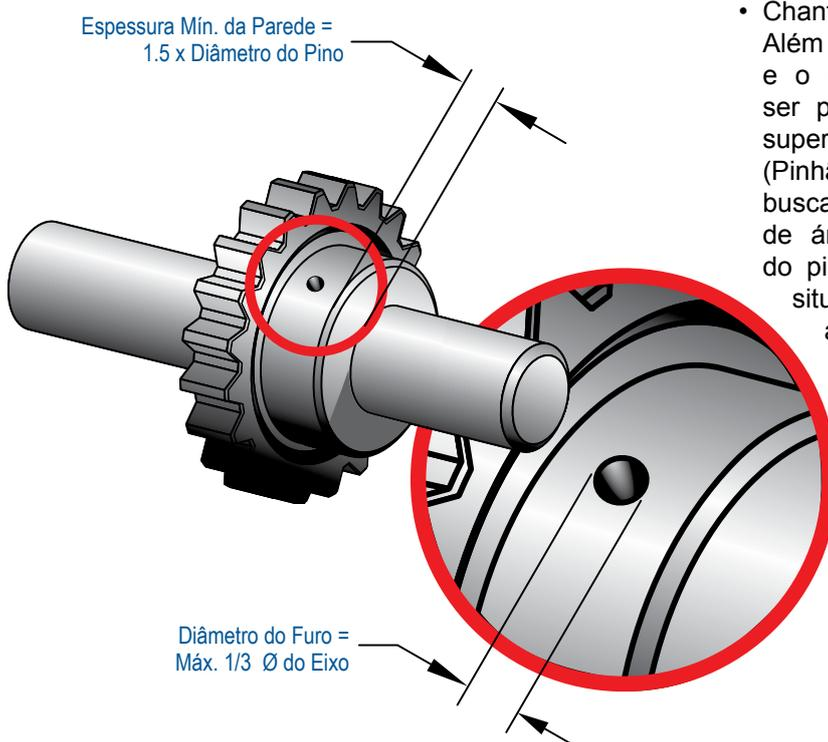

Figura 1
- O diâmetro do furo no eixo não deve exceder 1/3 do diâmetro externo do próprio eixo. Para aços macios e eixos produzidos com materiais não ferrosos, pinos para carga padrão são recomendados. A força extra de um pino para carga pesada é apenas vantajosa e recomendada se o diâmetro do furo é menor que 1/4 do diâmetro do eixo ou se o eixo é feito de material endurecido (*Figura 1*).
- Recomenda-se que o pinhão seja projetado com uma espessura mínima de parede de 1,5 vezes o diâmetro do pino. Caso contrário a resistência do pinhão não corresponderá à força de cisalhamento do pino (*Figura 1*). À medida que a espessura da parede do pinhão aumenta, o volume de material ao redor do pino também aumenta.